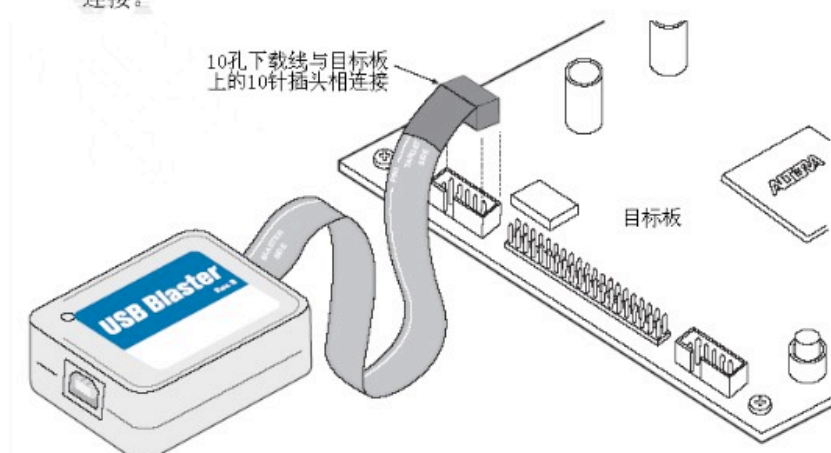

图 1-1 连接 **USB-Blaster** 下载线到目标板
2. 将 **USB-Blaster** 下载电缆与目标板的 10 针插头相连接，如图 1-1 所示。